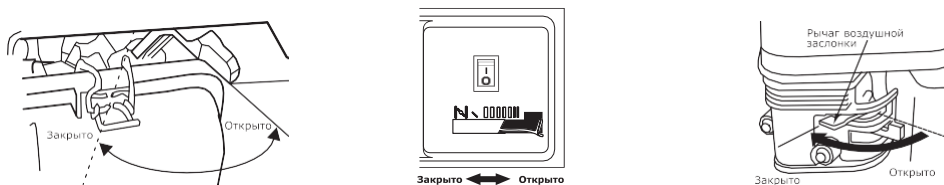

## Рис. 14. Топливный кран
6. Поверните топливный кран в положение «Открыто» (рис. 14).
- Перекройте топливный кран, установив его в положение «Закрыто» (рис. 14).